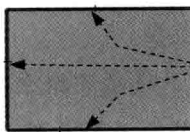

图 1.2.8 要套合的对象
Step2. 选择命令。选择下拉菜单 **工具(T)** → **样条曲线工具(I)** → **套合样条曲线(F)...** 命令 (或单击“样条曲线工具 (P)”工具栏中的  按钮), 系统弹出“套合样条曲线”对话框。
Step3. 选取要套合的对象。在图形区选取图 1.2.8 所示的三条模型边线作为要套合的对象。